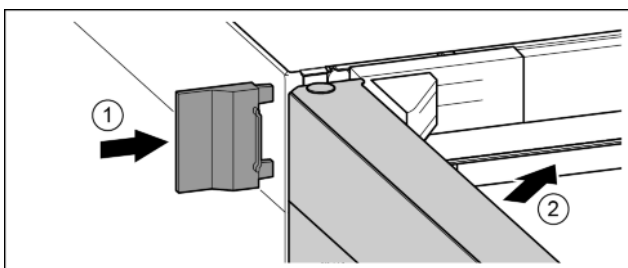

Fig. 22
- ▶ Надвинуть внешнюю крышку. Fig. 22 (1)
- ▶ Закрыть верхнюю дверь. Fig. 22 (2)